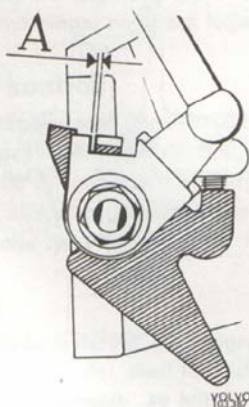

Bild 96. Inställning av reglage
- Justera länkstången. Med reglaget mot sitt anslag på grenrörskonsolen skall länkstången ställas in så att ett spel på ca 0,1 mm erhålles mellan hävarm och spjällaxelns medbringare. Se bild 96.
5. Justera länkstängerna. Med reglaget mot sitt anslag på grenrörskonsolen skall länkstängerna ställas in så att ett spel på ca 0,1 mm erhålles mellan hävarm och spjällaxelns medbringare. Se bild 96.
5. Justera länkstäng. Med reglaget mot sitt anslag på grenrörskonsolen skall länkstäng ställas in så att ett spel på ca 0,1 mm erhålles mellan hävarm och spjällaxelns medbringare. Se bild 96.